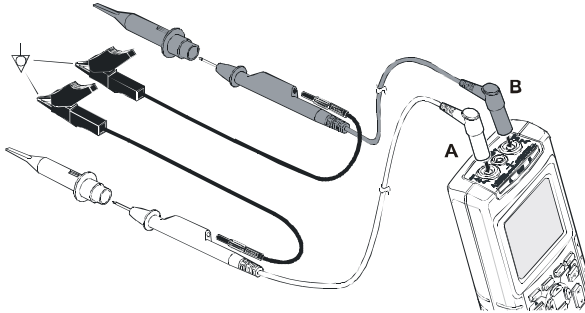

Рис. 4-1. Входные разъемы для измерения шины Fieldbus
⑥  Выберите соответствующие измерительные провода или типы датчиков для входов А и В.
⑦ Подключите входы, как показано на рис. 4-1.